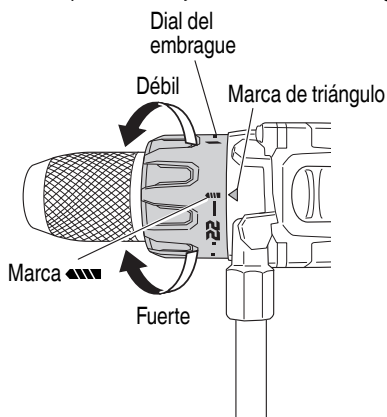

Fig. 14
7. Confirmar la posición del dial del embrague (Ver la Fig. 14).
- (2) Indicación del par de apriete (Consulte la Fig. 14, 16)
- (3) Ajuste del par de apriete (Consulte la Fig. 14, 16)